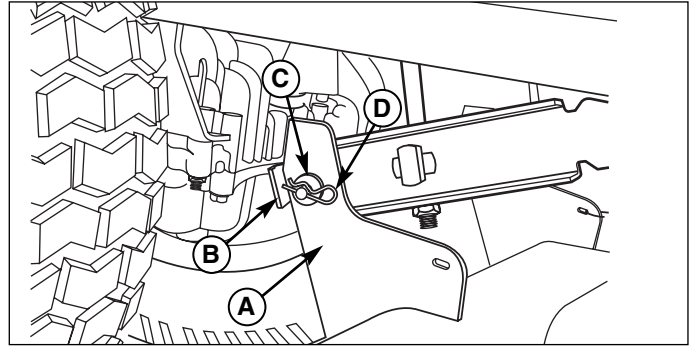

Abbildung 4. Hubarme
2. Den Getriebeausrückhebel ca. 6,4 cm zurückziehen, um den Hebel in der freigegebenen Position zu arretieren (Abb. 4).
4. Splint (D, Abbildung 4) und Unterlegscheibe (C) ausbauen. Mähwerk-Hubplatten (A) von den Traktorhubarmen (B) trennen. Unterlegscheiben (C) und Splinte (D) wieder anbringen, damit diese nicht verloren gehen.
4. Vier Splinte (D, Abbildung 4) und Unterlegscheiben (C) in die Mähwerk-Hubplatten (A) und die Traktorhubarme (B) einbauen.